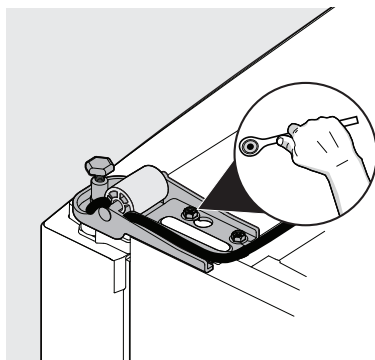

Figure 4
- Retirez la charnière du bas à l'aide d'une clé de 5/16 po (8 mm) (figure 4).